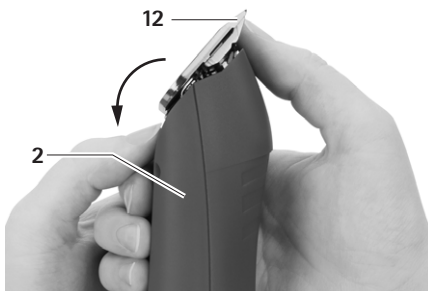

Fig. 5
- Klap klippehovedet **12** fremad, se Fig. 5.